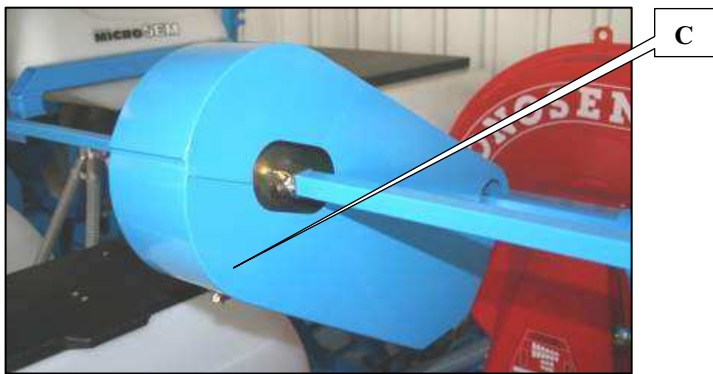

Fig. 2
- 2 - Die Kettenposition auf den doppelverzahnten Zahnrad (Abb.2) ändern